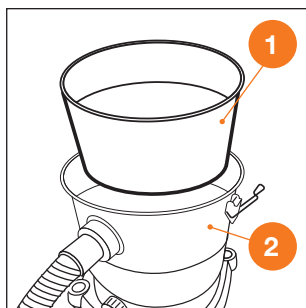

Рис. 5
4. При использовании одноразового мешка-пылесборника удалите фильтр предварительной очистки **1** (Рис. 5).